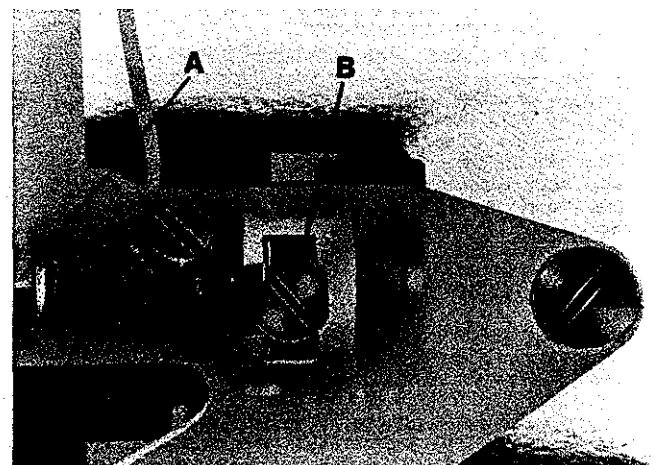

Fig.41
The amount of spreader travel from extreme left to extreme right position can be increased or reduced if required. For adjustment loosen nut (A, Fig. 41), turning screw (B) clockwise reduces and turning it counterclockwise increases the amount of spreader travel. Retighten nut (A).
Der Weg des Legers von der linken zur rechten Endstellung kann bei Bedarf, vergr o ert oder verkleinert werden. Zur Einstellung l sen Sie die Mutter (A, Fig. 41), drehen der Schraube (B) im Uhrzeigersinn verkleinert und drehen im Gegenuhreigersinn vergr o ert den Legerweg. Ziehen Sie die Mutter (A) wieder an.